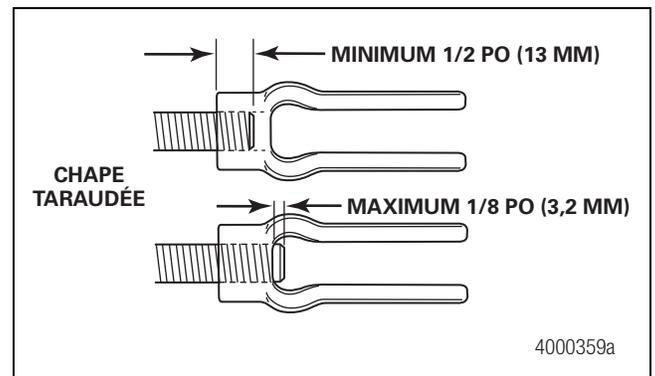

Figure 5.22
5. S'assurer que le filetage de la biellette s'engage dans la chape d'environ 1/2 po à 5/8 po (13 à 16 mm). Figure 5.22.